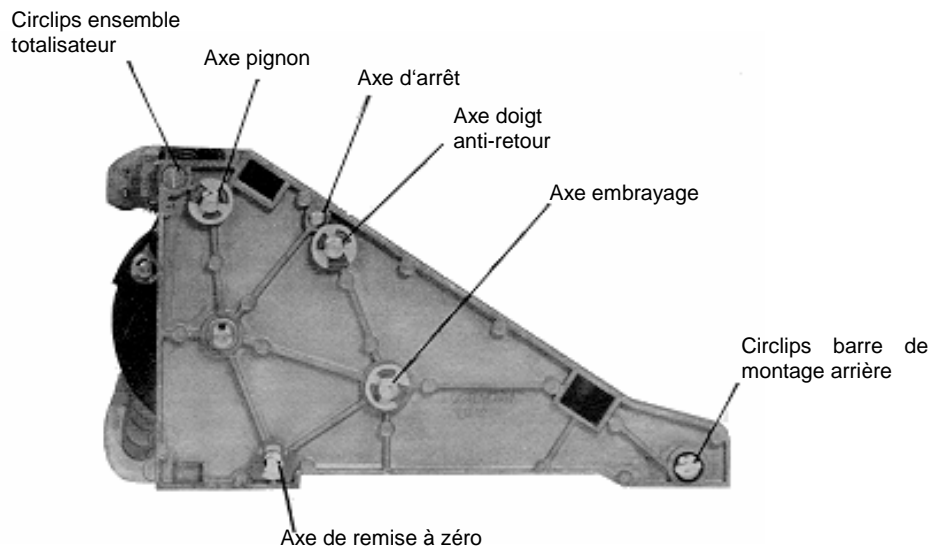

Figure 5. Plaque côté droit
2. Enlever les circlips et les rondelles fixant le pignon, la remise à zéro, les axes anti-retour et d'embrayage sur la plaque côté droit (Figure 5). Enlever les vis et rondelles fixant l'ensemble totalisateur et la barre de montage arrière de la plaque coté droit.
a. Enlever les vis fixant le totalisateur aux plaques côté gauche et droit. Voir Figures 5 et 6.